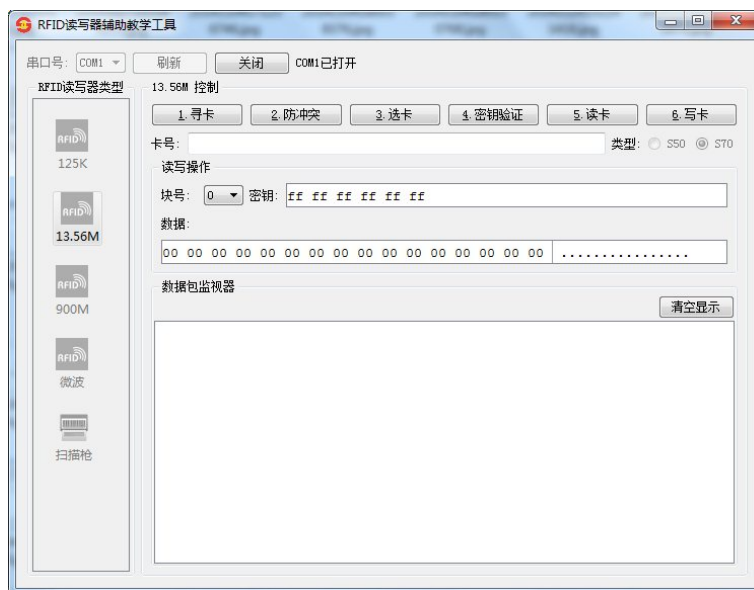

图 7.14 13.56M测试界面
3. 选择当前电脑的串口号（默认为COM1），RFID读写器类型选 13.56M，然后单击“打开”按钮，打开该串口，如图 7.14所示：